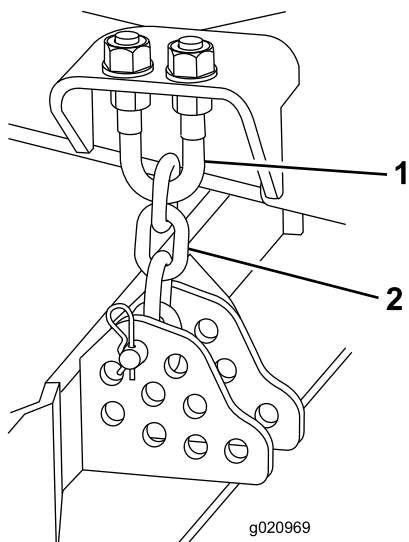

Figura 109
4. Togliete la coppia e il perno con testa che fissano le catene dell'altezza di taglio sul retro del piatto di taglio (Figura 109).